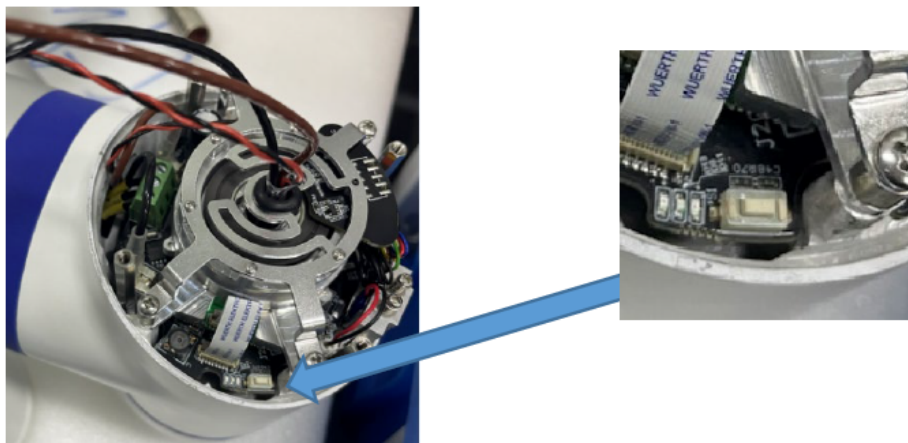

图 3-5: 白色按钮
4. 轻按白色按钮松开，闪烁灯闪烁，闪烁次数为关节的号码数，如图 3-5所示；